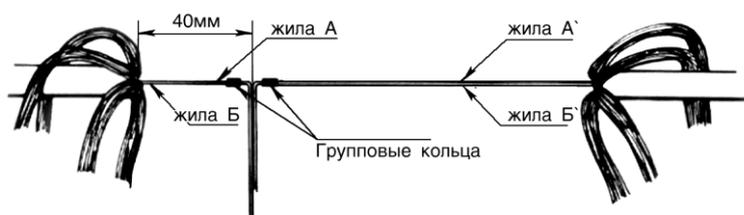

Рис. 5.8. Пары жил с бумажной изоляцией перед сращиванием
4.3. Одноименные пары жил натянуть внутри рабочей зоны и изогнуть под прямым углом на расстоянии 40 мм от одного из срезов оболочки. При этом нельзя допускать нарушения изоляции жил в месте сгиба. Жилы следует изгибать плавно, удерживая в месте сгиба большим и указательным пальцами (рис. 5.8).